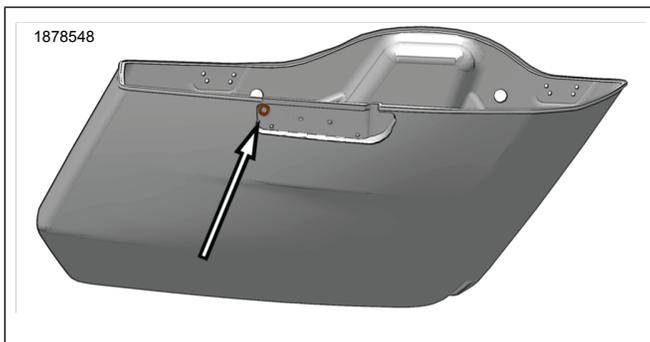

Abbildung 2. Position der oberen Seitenkofferbohrung
1. Siehe Abbildung 2. Die obere Durchführung für das Seitenkofferkabel bohren.